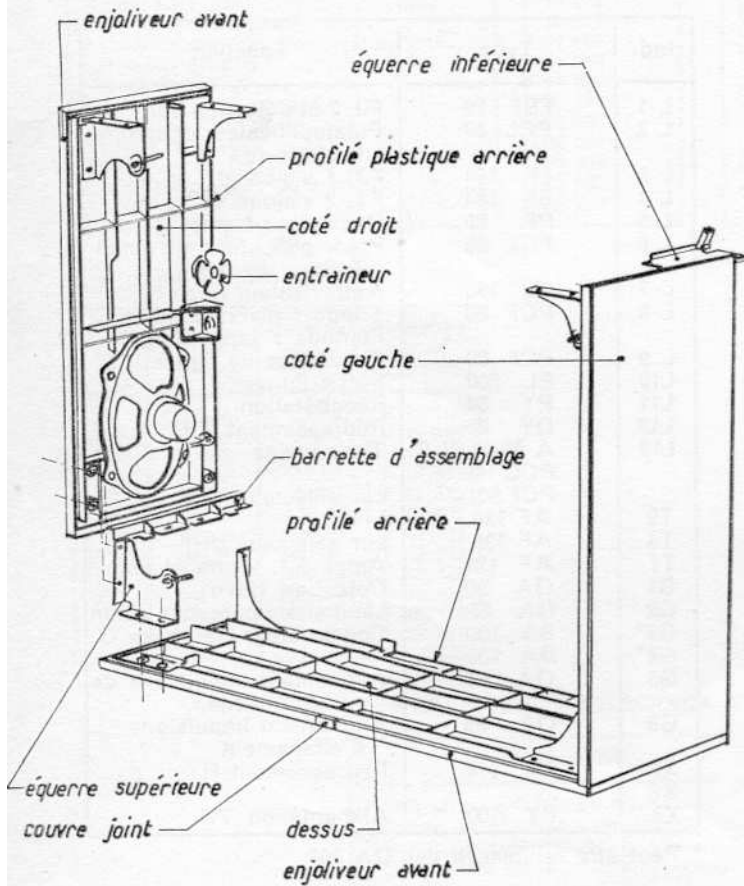

Fig. 1
Le coffret est formé de 4 panneaux latéraux démontables, assemblés par des barrettes et des équerres vissées, Fig. 1.
- a) Générateur HF, modulé à 400 Hz, branché sur le point de mesure M2 du sélecteur VHF, suivant la fig. 1